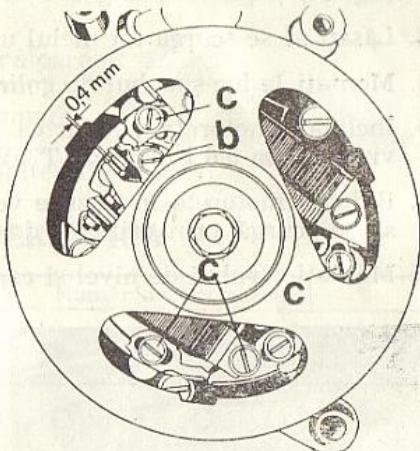

Fig. 17
2. Rotiți rotorul magnetoului cu fereastra în dreptul contactului fix și slăbiți șurubul „b“ (fig. 17) de fixare al contactului fix. Rotiți în continuare rotorul magnetoului pînă cînd semnul de pe acesta ajunge în dreptul indicatorului „PM“ de pe carterul stîng.